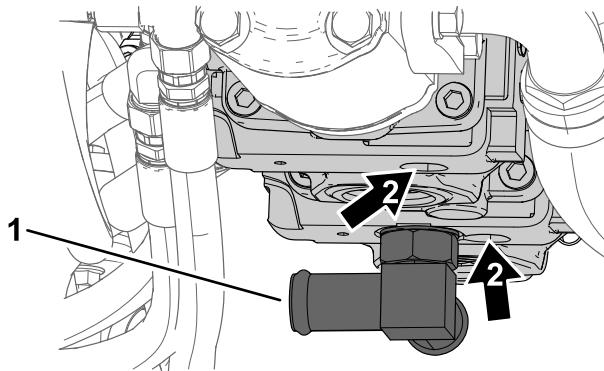

Bild 17
8. Drehen Sie das Anschlussstück gegen den Uhrzeigersinn, so dass die flache Seite des Anschlussstücks auf den Anschluss des Ablassventils (Bild 17) ausgerichtet ist.
1. Anschlussstück 2. Unteres Ablassventil (2)
9. Entfernen Sie die beiden unteren Ablassventile (Bild 17).